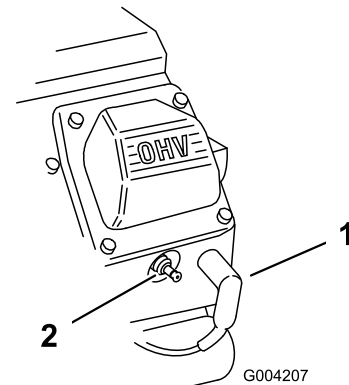

Bild 49
- Ziehen Sie die Zündkerzenstecker ab (Bild 49).
3. Stecken Sie die Kabel auf die Zündkerzen (Bild 49).